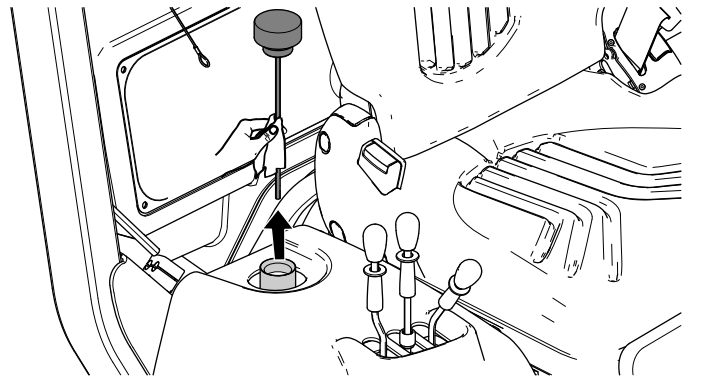

Figura 98
4. Retire a vareta do depósito hidráulico e limpe-a com um pano limpo (Figura 98).